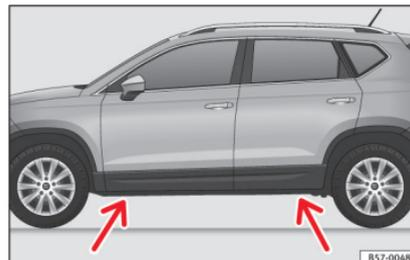

Abb. 71 Querträger: Marken.
- Suchen Sie am Längsträger die Markierung des Aufnahmepunktes für den Wagenheber (Eindrückung), die dem zu wechselnden Rad am nächsten liegt » **Abb. 71**.